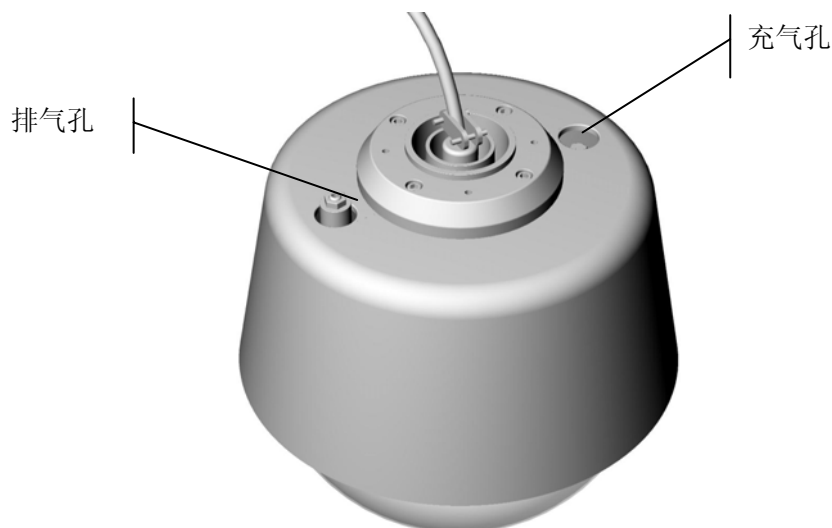

图 1-4
- 4) 取下气密封压力外壳底部的保护螺母，如图 1-4 所示；此时，可以清楚找到充气孔，以及排气孔。